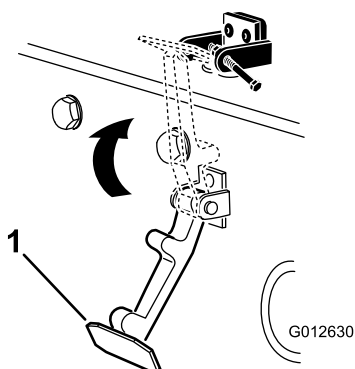

Bild 7
7. Haken Sie den Riegel in die Halterung des Motorhaubenriegels ein (Bild 7).